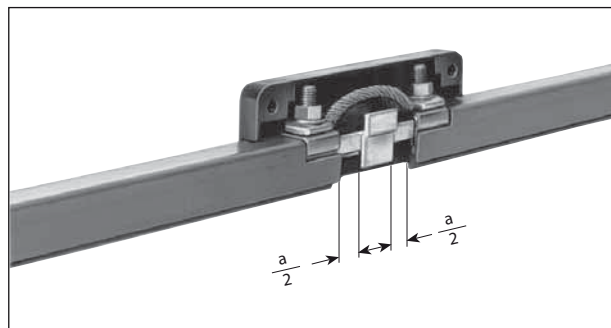

Bild 7: Dehnungsteilstück UDV 15/25 K
– Dehnungsteilstück mit Maß „a“ montieren (Bild 7).